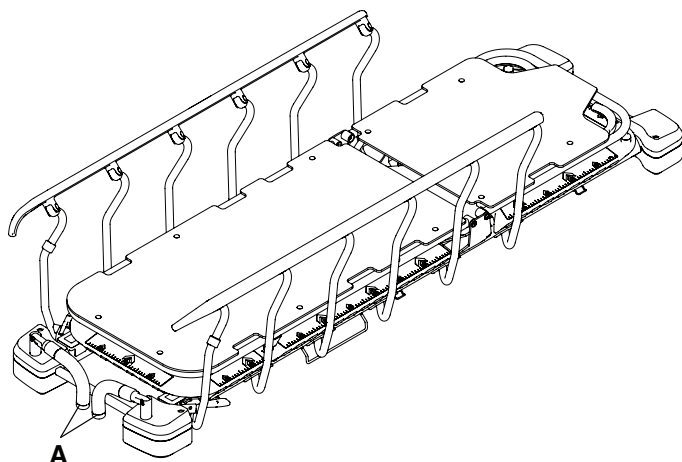

**Figura 10 – Almacenamiento de las asas de empuje del extremo de los pies**
4. Invierta los pasos para guardar las asas de empuje del extremo de los pies (A) (Figura 10).